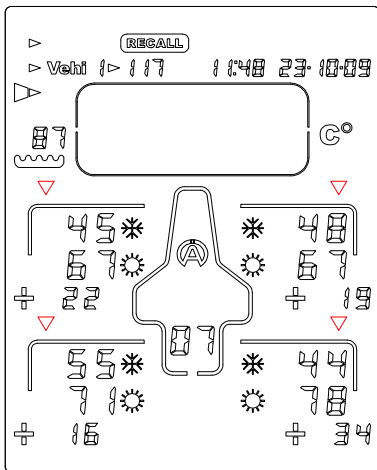

Figure 11
5) Pressez le bouton  ou  : le Tyrecontrol affiche la 2^{ème} phase de données, c-à-d les températures extérieures des pneus, avant  et après  course + les écarts (figure 11)